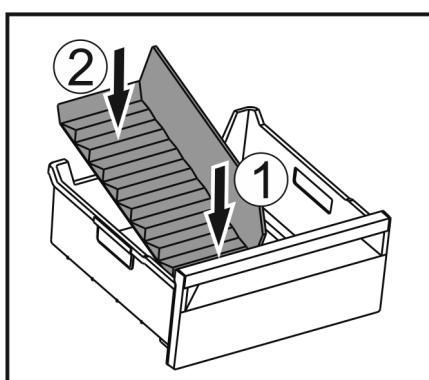

Fig. 139
► Umetnute prednji dio pregrade ladice za led. Fig. 139 (1)
► Spustite stražnji dio pregrade ladice za led do dna ladice. Fig. 139 (2)